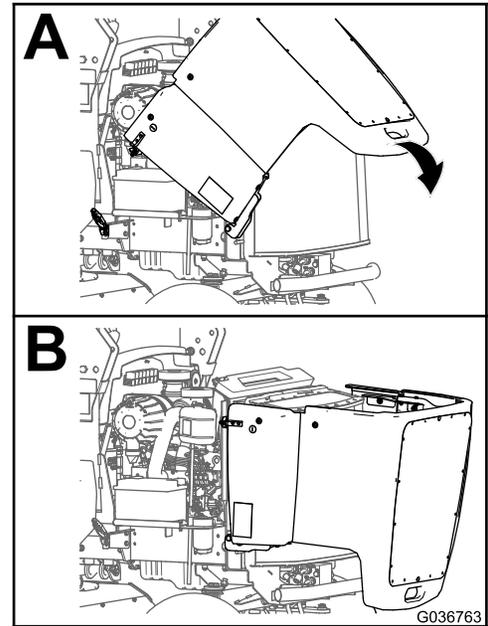

Figure 5
3. Faites pivoter prudemment le capot vers l'arrière et vers le bas (Figure 5).